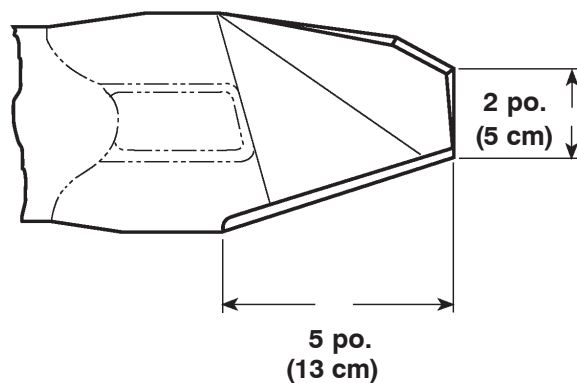

Figure 81
**Remarque:** la lame ne doit pas être affûtée à plus de 13 cm (5 pouces) des extrémités extérieures et à moins de 5 cm (2 pouces) du bord de fuite (Fig. 81).